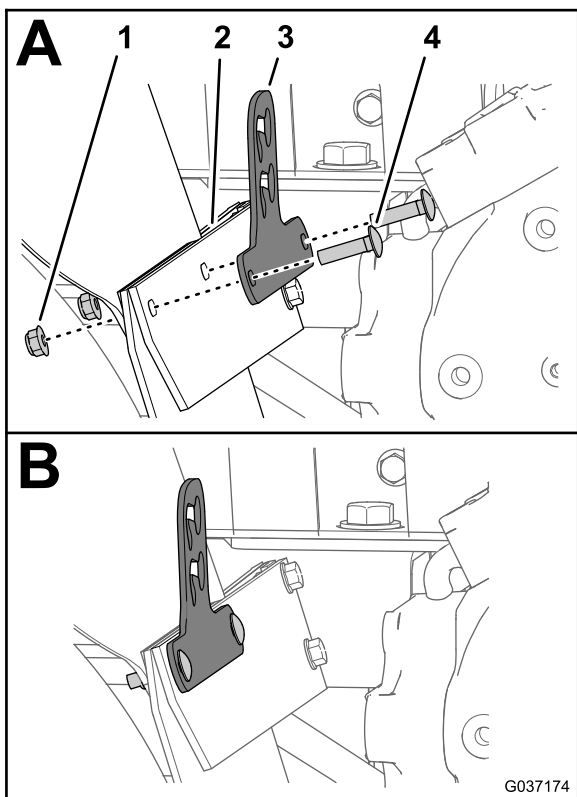

图12
3. 使用2个托架螺栓5/16 x 1-1/4 英寸和2个凸缘锁紧螺母5/16 英寸安装阀门支架、挡泥板固定联结板、挡泥胶皮和挡泥板 图12。